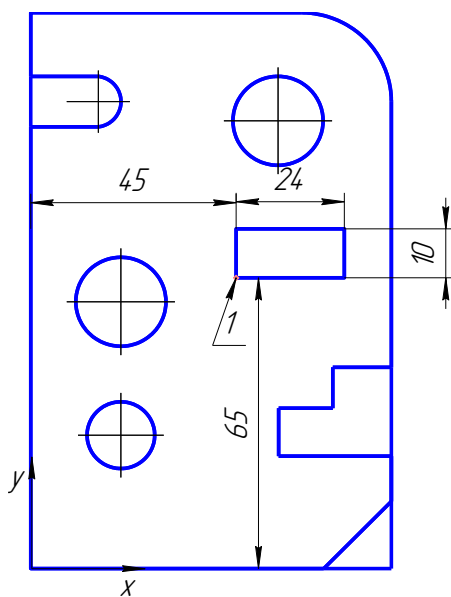

Рис. 6
10. Вырезаем призматическое отверстие (рис. 6). Нажмите кнопку  **Прямоугольник** на панели **Геометрия**. На **Панели свойств** введите координаты $x = 45, y = 65$ нижней левой вершины прямоугольника и значения его высоты 10 и ширины 24. Нажмите  **Прервать команду** на **Панели управления**.